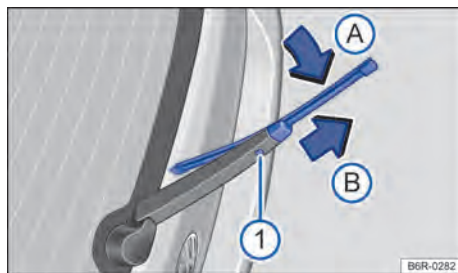

Fig. 195 Substituir a palheta do limpador do vidro traseiro.
- Manter o botão de destravamento → Fig. 195 ① pressionado .
- Incliná-la palheta do limpador do vidro no sentido do braço do limpador do vidro → Fig. 195 (seta A) e ao mesmo tempo retirar no sentido da seta B. Para isso, poderá ser necessário um esforço um pouco maior.
- Introduzir a nova palheta do limpador do vidro traseiro **de mesmo tamanho e versão** no braço do limpador do vidro traseiro no sentido contrário da seta → Fig. 195 B, até que ela se encaixe. Aqui a palheta deverá estar em posição dobrada → Fig. 195 (seta A).